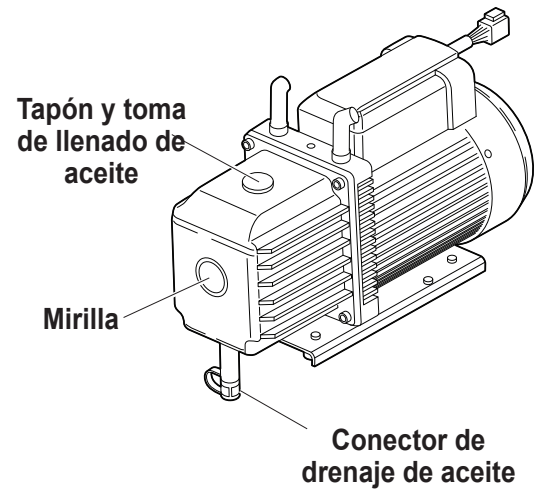

Figura 11
4. Abra lentamente el tapón de llenado de aceite para verificar que no haya presión en la máquina. A continuación, retire el tapón con cuidado. Consulte la Figura 11.